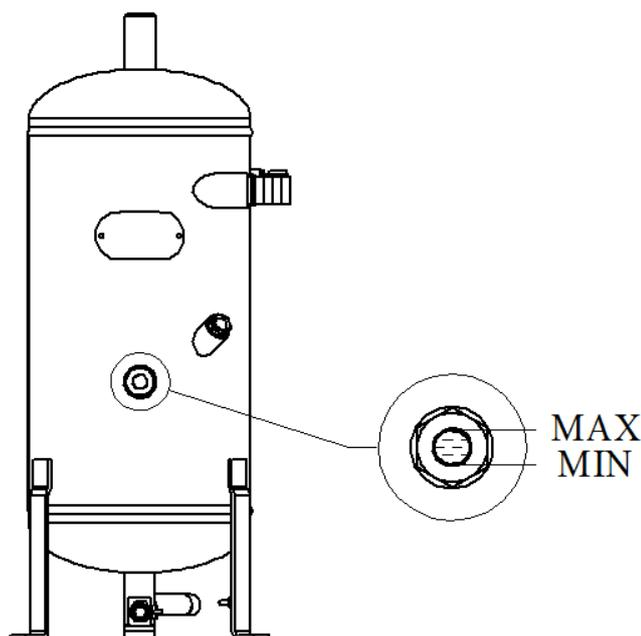

Рисунок 6
- включить для прогрева масла до температуры более 70°C, после чего отключить, через 5-10 мин. проверить уровень масла, при необходимости – долить (см. рисунок 6).